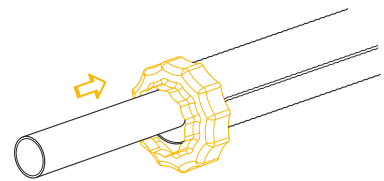

Рис. 4.6.3
4. Надеть концевой предохранитель на подготовленный конец трубы (рис. 4.6.3).